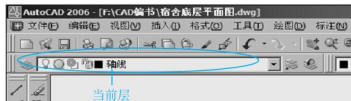

图 2.19 当前层
这里共有 9 个图层，那么如果现在画一条线，该线画到哪个图层上了呢？“当前层”是哪个图层，该线就画在哪个图层上。【图层】工具栏上的【图层控制】选项窗口所显示的就是“当前层”，如图 2.19 所示。
- 如果执行第 (2) 步操作后，屏幕上没有图形显示，检查如图 2.19 所示的【图层控制】选项窗口内的轴线层左侧的灯泡是否亮着。